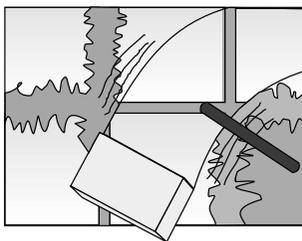

Рисунок 11 - Формование поверхности затирочной массы в швах.
4.2.19 Избыток затирочной растворной смеси собирают с облицованной поверхности влажной, пористой, часто промываемой губкой. Для придания швам вогнутой формы растворная смесь в шве разравнивается с помощью закругленной пластмассовой, резиновой или деревянной палочки (см. рисунок 11).